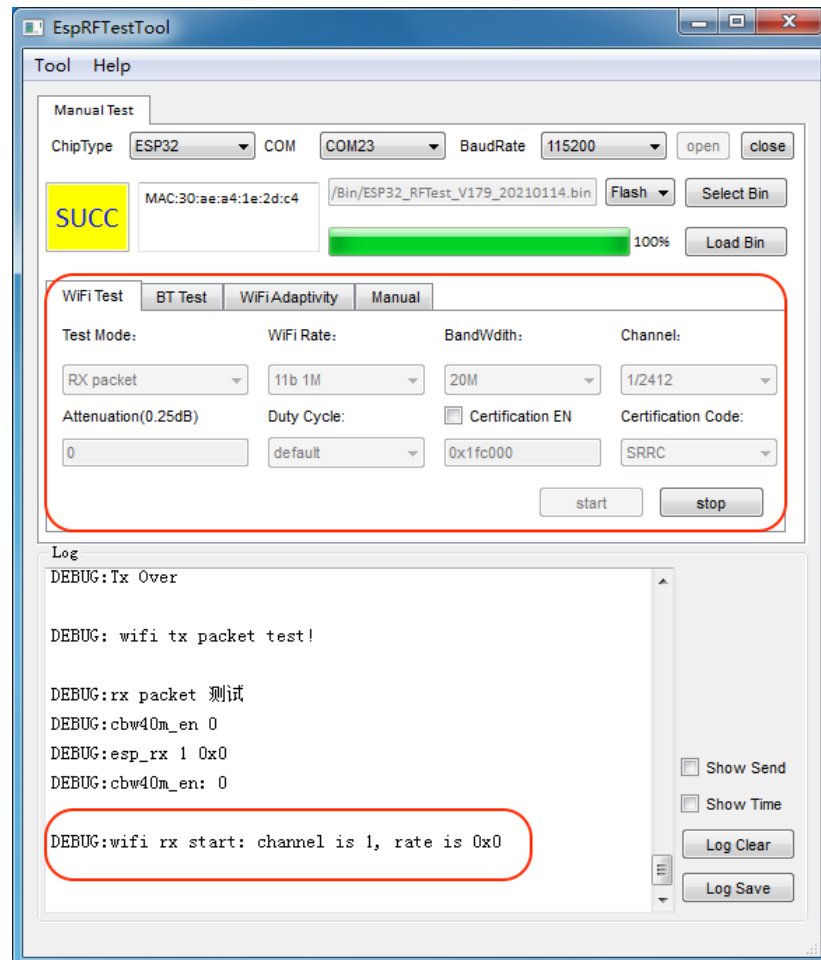

图 2-4. ESP32 Wi-Fi 接收测试界面
- 如果测试接收，**Test Mode** 选择 **RX packet**，其它根据测试需要进行相应选择。ESP32 Wi-Fi 接收测试界面如图 2-4 所示。